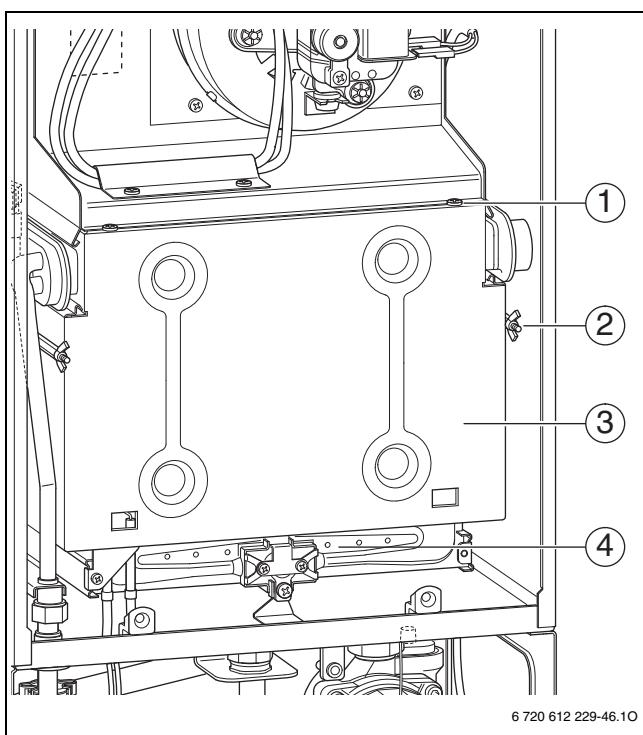

Рис. 73 Открывание горелки
- Снять переднюю панель камеры горелки (→ рис. 73).